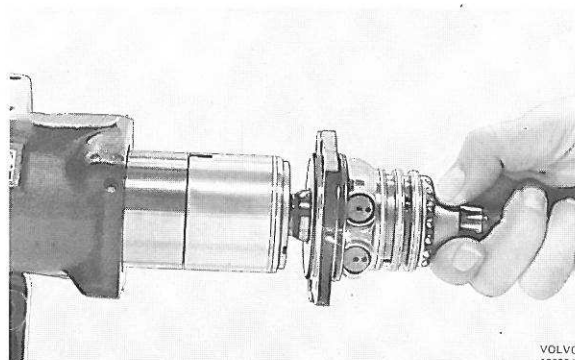

Figure 86. Démontage de la vis sans fin de direction
5. Démontez la vis sans fin de direction (68), le couvercle (30) et le piston (22), voir figure 86.